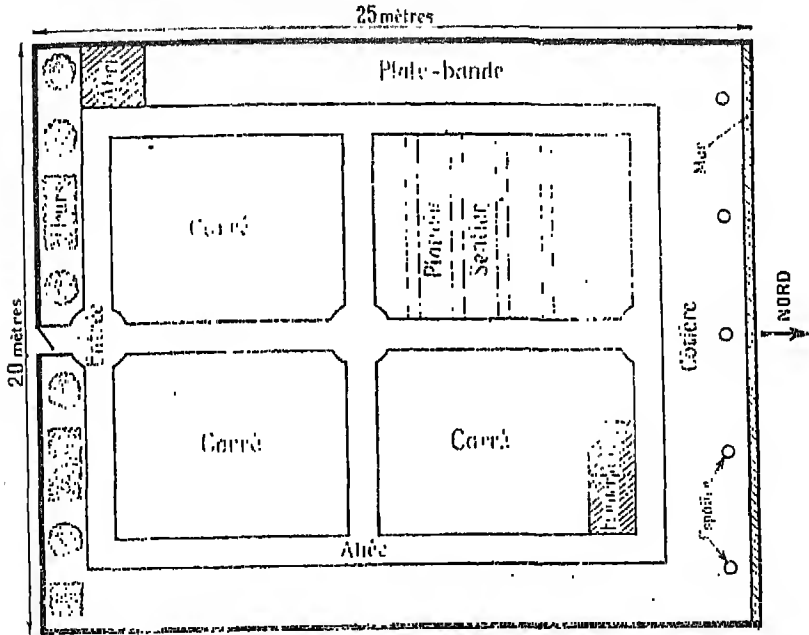

Fig. 1. — Plan d'un jardin. A titre d'exemple, voici le plan d'un jardin de cinq ares.
c) Si le jardin est grand (quelques ares) il est divisé en carrés par des allées longitudinales et transversales, puis les carrés en planches comme il vient d'être dit (fig. 1).